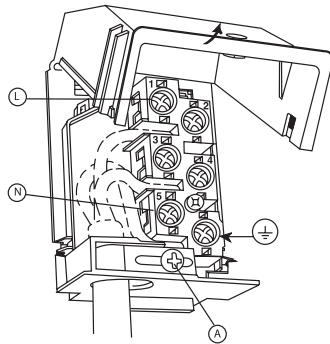

Abb.13
- Die Anschlussdose öffnen (siehe Abb. 13).